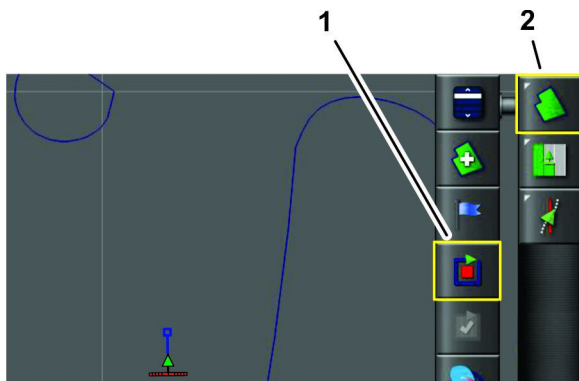

Рисунок 41
3. Нажмите на значок МЕНЮ ПОЛЯ и затем нажмите на значок ЗАПИСИ ГРАНИЦЫ ПОЛЯ (Рисунок 41).